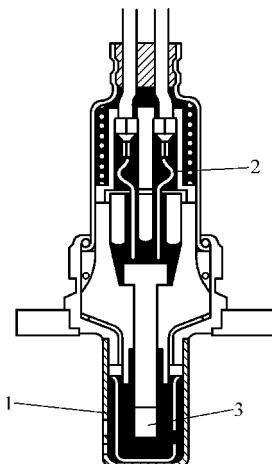

图 5-63 氧化钛式结构示意图
(2) 氧化钛式结构特点 氧化钛式氧传感器是利用二氧化钛材料的电阻值随排气中氧含量的变化而变化的特性制成的，故又称电阻型氧传感器。二氧化钛式氧传感器的外形和氧化锆式氧传感器相似，在传感器前端的护罩内是一个二氧化钛厚膜元件，如图 5-63 所示。